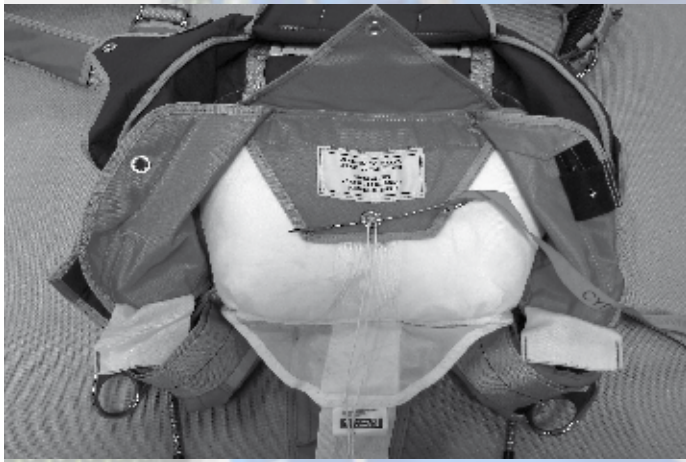

Fig 5
Passez la drisse provisoire dans l'oeillet du rabat inférieur et bloquez à l'aide d'une broche de fermeture.(Fig 5)
*Thread the pull-up cord through the bottom flap grommet and lock the loop with a temporary pin.(Fig 5)*